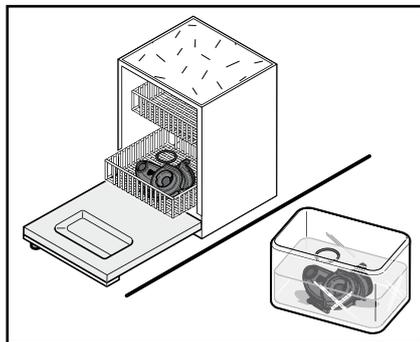

Fig. 39
7. Limpe a câmara de mistura com o anel de vedação (Fig. 39)